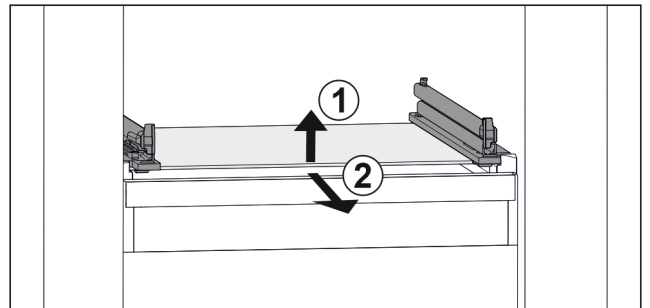

Fig. 78 Beispielhafte Darstellung der Glasplatte
- ▶ Glasplatte vorne anheben. Fig. 78 (1)
- ▶ Glasplatte nach vorne entnehmen. Fig. 78 (2)